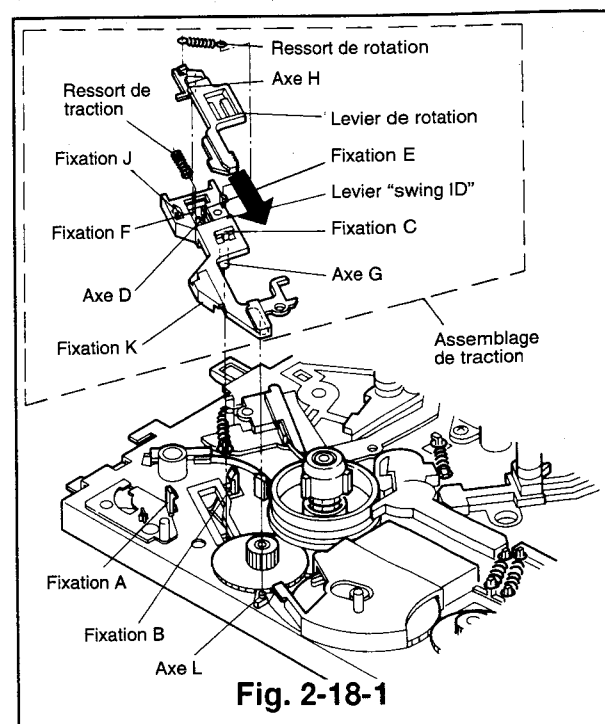

Fig. 2-18-1
- 5) Faire glisser le levier de rotation dans le sens indiqué par la flèche et le détacher de la fixation C du levier "swing ID". (Voir la Fig. 2-18-1)
- 2) Fixer le ressort de chargement sur l'axe D du levier "swing ID" et le serrer pour accrocher ses extrémités aux fixations E et F. (Voir la Fig. 2-18-1)
- 3) Aligner l'axe H du levier de rotation avec la position montrée dans la Fig. 2-18-1. Insérer la fixation C du levier "swing ID" dans l'orifice du levier de rotation, en poussant le ressort de chargement et le levier de rotation dans le sens indiqué par la flèche. En même temps, accrocher les extrémités du levier de rotation aux fixations J et K.
- 5) Remonter l'assemblage du mécanisme de chargement de manière à ce que l'axe G s'insère dans le trou ovale du levier de chargement, du côté opposé de la mécanique, et que la rainure de l'assemblage du mécanisme de chargement corresponde à l'axe, comme illustré dans la Fig. 2-18-1. Fixer l'assemblage du mécanisme de chargement à l'aide des fixations A et B.